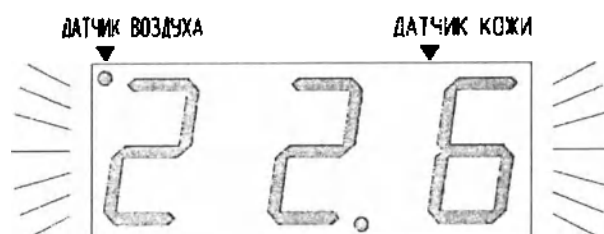

Рисунок 2
1.4.3 При прогреве инкубатора показания температуры до плюс 30 °С (при регулировании по температуре воздуха) или до плюс 35 °С (при регулировании по температуре кожи) отображаются зеленым цветом с частотой мерцания 1 Гц (рисунок 2).